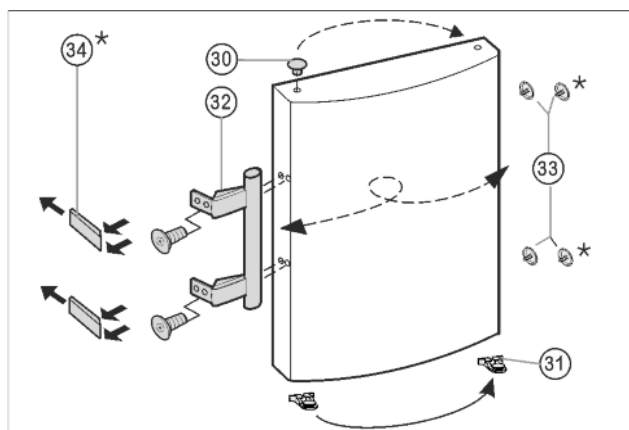

Fig. 9
- ▶ Scoateți dopul Fig. 9 (30) din bucșa suport a ușii și introduceți-l în partea opusă.
- ▶ Demontați mânerul ușii Fig. 9 (32), dopul Fig. 9 (33) și plăcile de presare Fig. 9 (34) și așezați-le pe partea opusă.